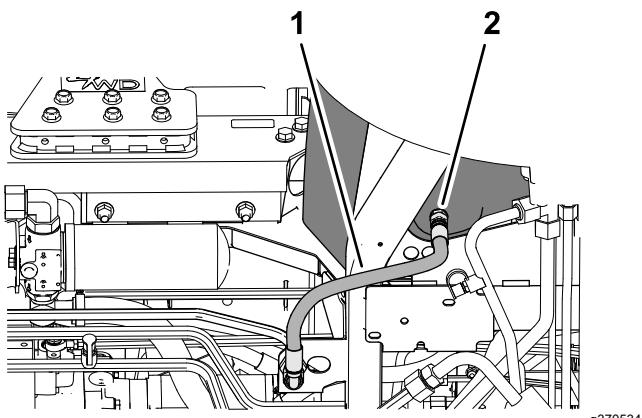

Figura 154
3. Coloque el recipiente de vaciado debajo del depósito hidráulico (Figura 154).